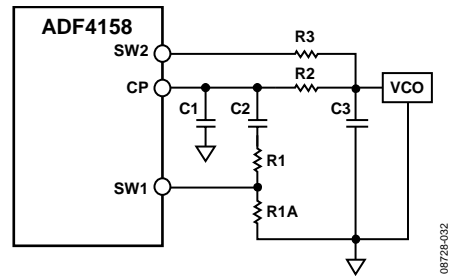

图45. 快速锁定环路滤波器拓扑—拓扑1
- 阻尼电阻(R1)分为两个值(R1和R1A)，二者之比为1:3(参见图45)。